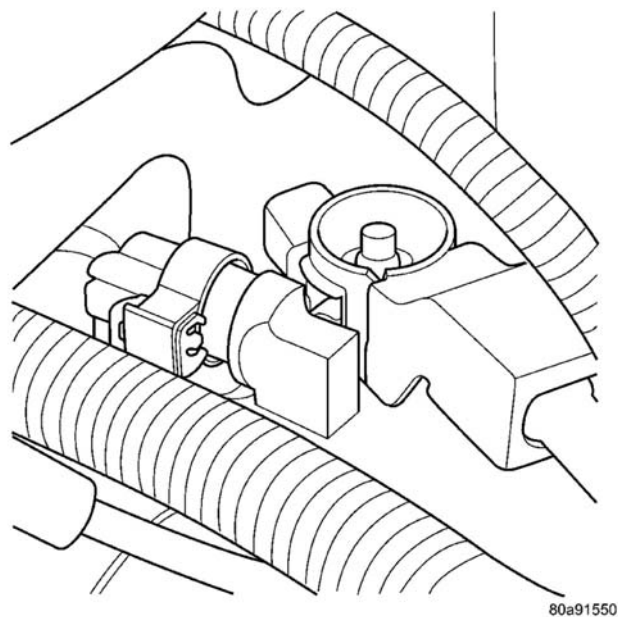

图 5 蓄电池电缆与外接线 2.4 升
- (2) 断开并绝缘蓄电池负极电缆。
- (3) 从端子处断开电磁线圈电线接头（图 5）。
- (4) 拆卸固定 B+电线与端子的螺母。
- (5) 从起动机端子处断开电磁线圈和 B+电线。
- (6) 拆卸下部螺栓。
- (4) 将电磁线圈和 B+电线置放到起动机端子上（图 5）。
- (5) 安装固定 B+电线与端子的螺母。
- (6) 将电磁线圈电线接头连接到端子。
- (7) 连接蓄电池负极电缆。
- (8) 检查起动机操作。